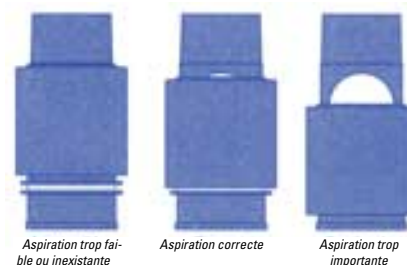

Figure 5 : Régulateur d'aspiration – positions possibles
C. L'aspiration peut être vérifiée directement au niveau du régulateur d'aspiration. La barre jaune doit être couverte à moitié, voir fig. 5. Le réglage du régulateur, déterminé auparavant, permet alors d'assurer une aspiration suffisante ainsi qu'un nettoyage correct du bassin.